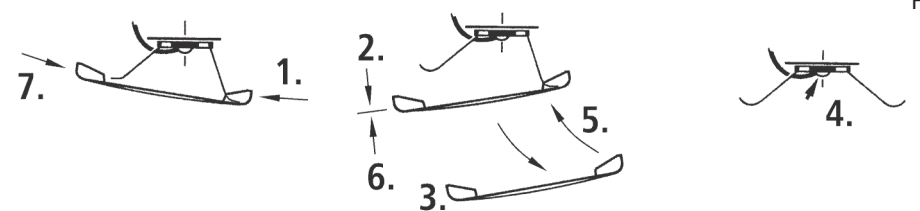

Fig. 1
**Auspacken des Modells:** Das Modell vorsichtig mit der Folie aus der Packung herausziehen (Fig. 1).
**Unwrap model:** Take out the model cautiously with foil (fig. 1).